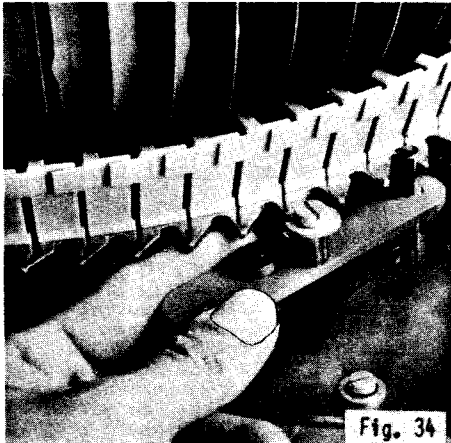

Fig. 34
Der Mikroschalter m3 (unterhalb des Chassis) wird von der Korbraste bewegt und soll schalten, wenn der Rastbolzen auf dem Weg nach außen in die Nähe der Zahnspitze kommt, also noch innerhalb der Linie Spitze - Spitze. Zur Prüfung den Automaten ganz ausschalten, den Korb mit der Hand 1 - 2 mm zurücksetzen und jetzt den Rasthebel mit der Hand bewegen (Bild 34), man hört das Geräusch des Schalters deutlich. Zur Korrektur Schalter lockern und entsprechend versetzen.
**Micro switch m3** (mounted below the chassis) is actuated by the latch arm and should switch ON (the carrier motor) when the latch bolt is coming near the tip of the teeth, that means inside the line of circumference. To check it, throw the main switch, retard the carrier by hand a little to free the bolt, and move the latch as shown on Fig. 34. Listen for the click when the bolt is moving outwards, because the opposing click happens further inward. To adjust, loosen the switch and shift it's position.
Réglage micro switch m3: (au-dessous du châssis). Il est actionné par le goujon d'arrêt du magasin de disques, et il doit commuter au moment où le goujon d'arrêt, sur son chemin vers le dehors, arrive à proximité du sommet de la dent, c.à.d. en dedans de la ligne de circonférence. Vérification: couper entièrement l'appareil et mettre le magasin de disques à 2 mm en arrière et actionner le levier d'arrêt à la main (fig. 34): le point de mise en circuit du micro switch est bien audible. Pour corriger desserrer le switch et déplacer conformément. **Attention:** Il s'agit du point de mise en circuit à la course du levier d'arrêt de l'intérieur vers l'extérieur, à l'inverse, la commutation aura lieu beaucoup plus tard.